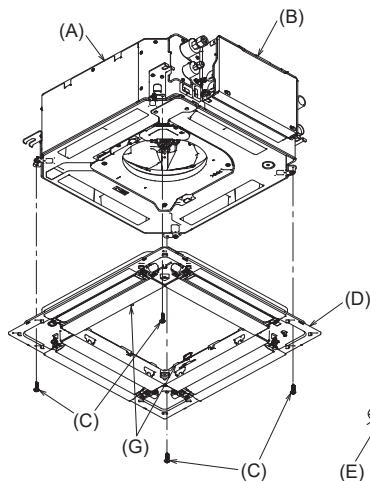

Fig. 10-6
- Skruva fast galleret med de fyra skruvarna. (Fig. 10-6)